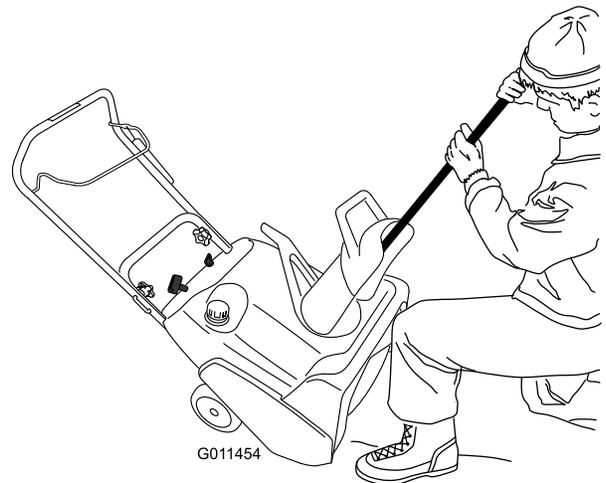

Figure 19
- Utilisez toujours un outil pour nettoyer l'éjecteur, jamais les mains (Figure 19).